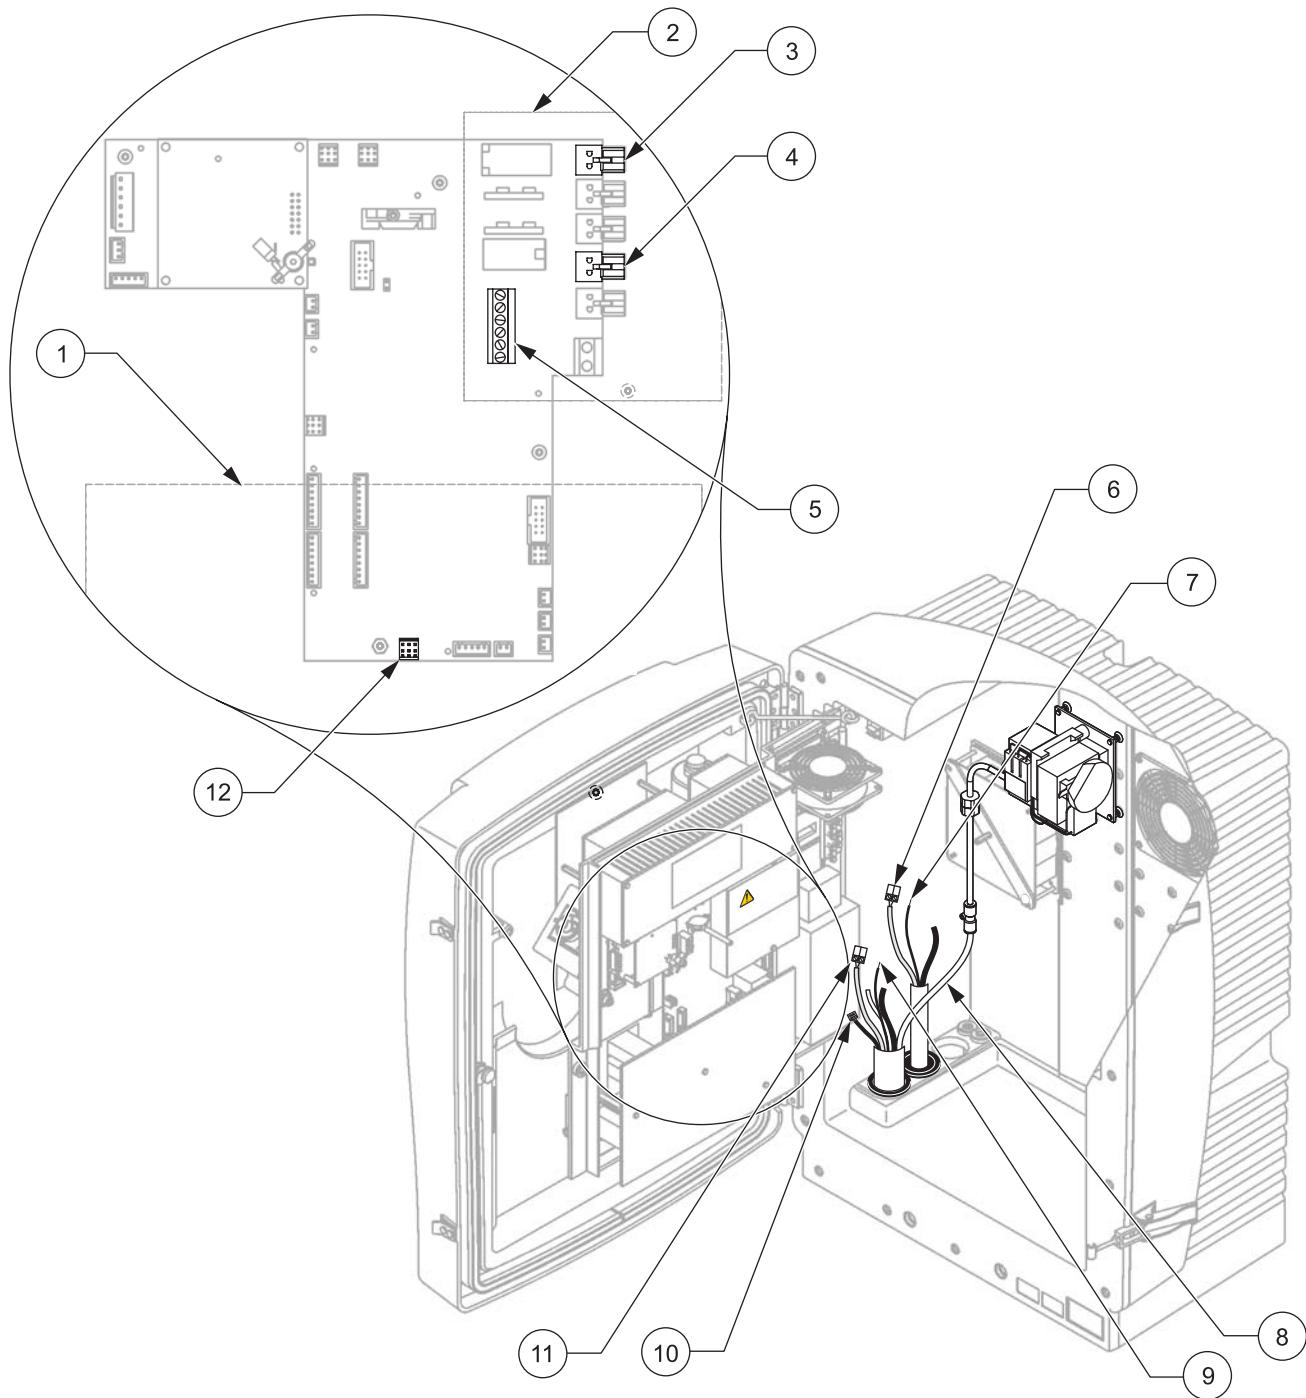

图 13 连接过滤器探头 sc 和可选的加热排放装置
4. 将过滤器探头 sc 的地线（绿色 / 黄色）与地面接线端相连（项目 9，图 13）。
5. 将电源接头连接到适当的接线端（项目 11，图 13）。
7. 将数据接头连接到主板（项目 10，图 13）。
9. 将过滤器探头 sc 的白色空气管与分析器上的空气导管接头相连（图 13）。
请参考图 13 并按照下列步骤连接加热排放装置。